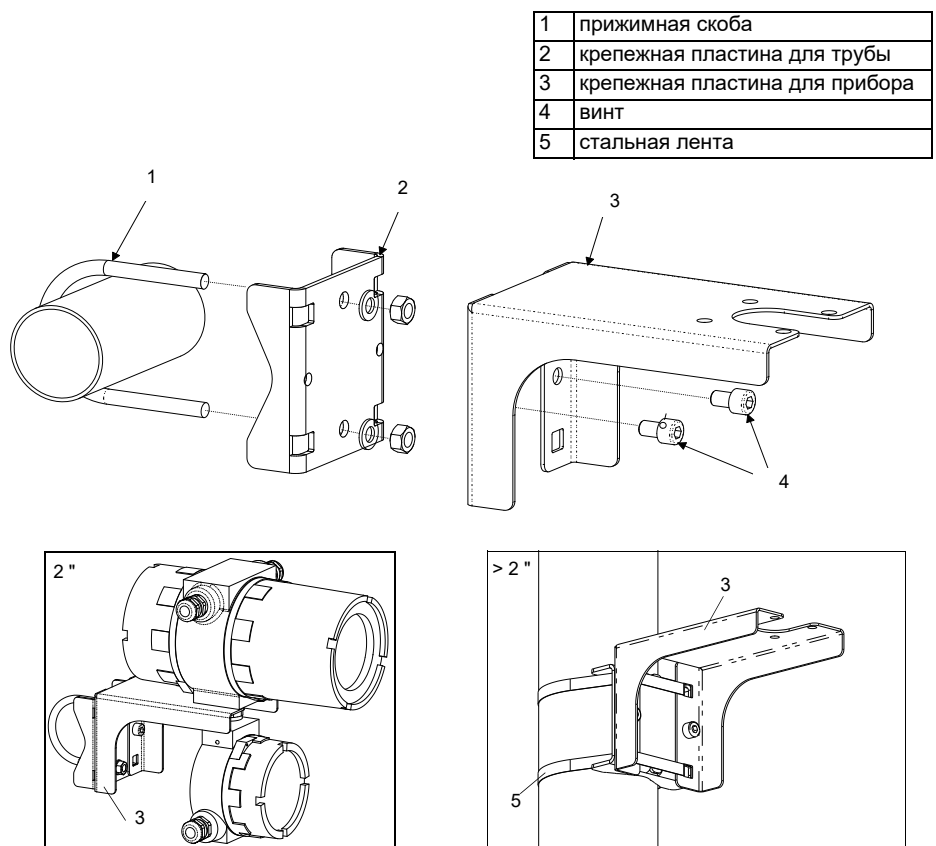

Рис. 6.1: Набор для крепления к трубе
- Закрепите нижнюю сторону верхнего корпуса к крепежной пластине для прибора (3) (смотри Рис. 6.1).
- Прикрепите крепежную пластину для трубы (2) к трубе (смотри Рис. 6.1).
- Прикрепите крепежную пластину для прибора (3) винтами (4) к крепежной пластине для трубы (2).
- Прикрепите нижнюю сторону верхнего корпуса к крепежной пластине для прибора (3).
Набор для крепления к трубе крепится к трубе стальными лентами вместо прижимной скобы (смотри Рис. 6.1). Вставьте стальные ленты (5) в отверстия в крепежной пластине для прибора (3).